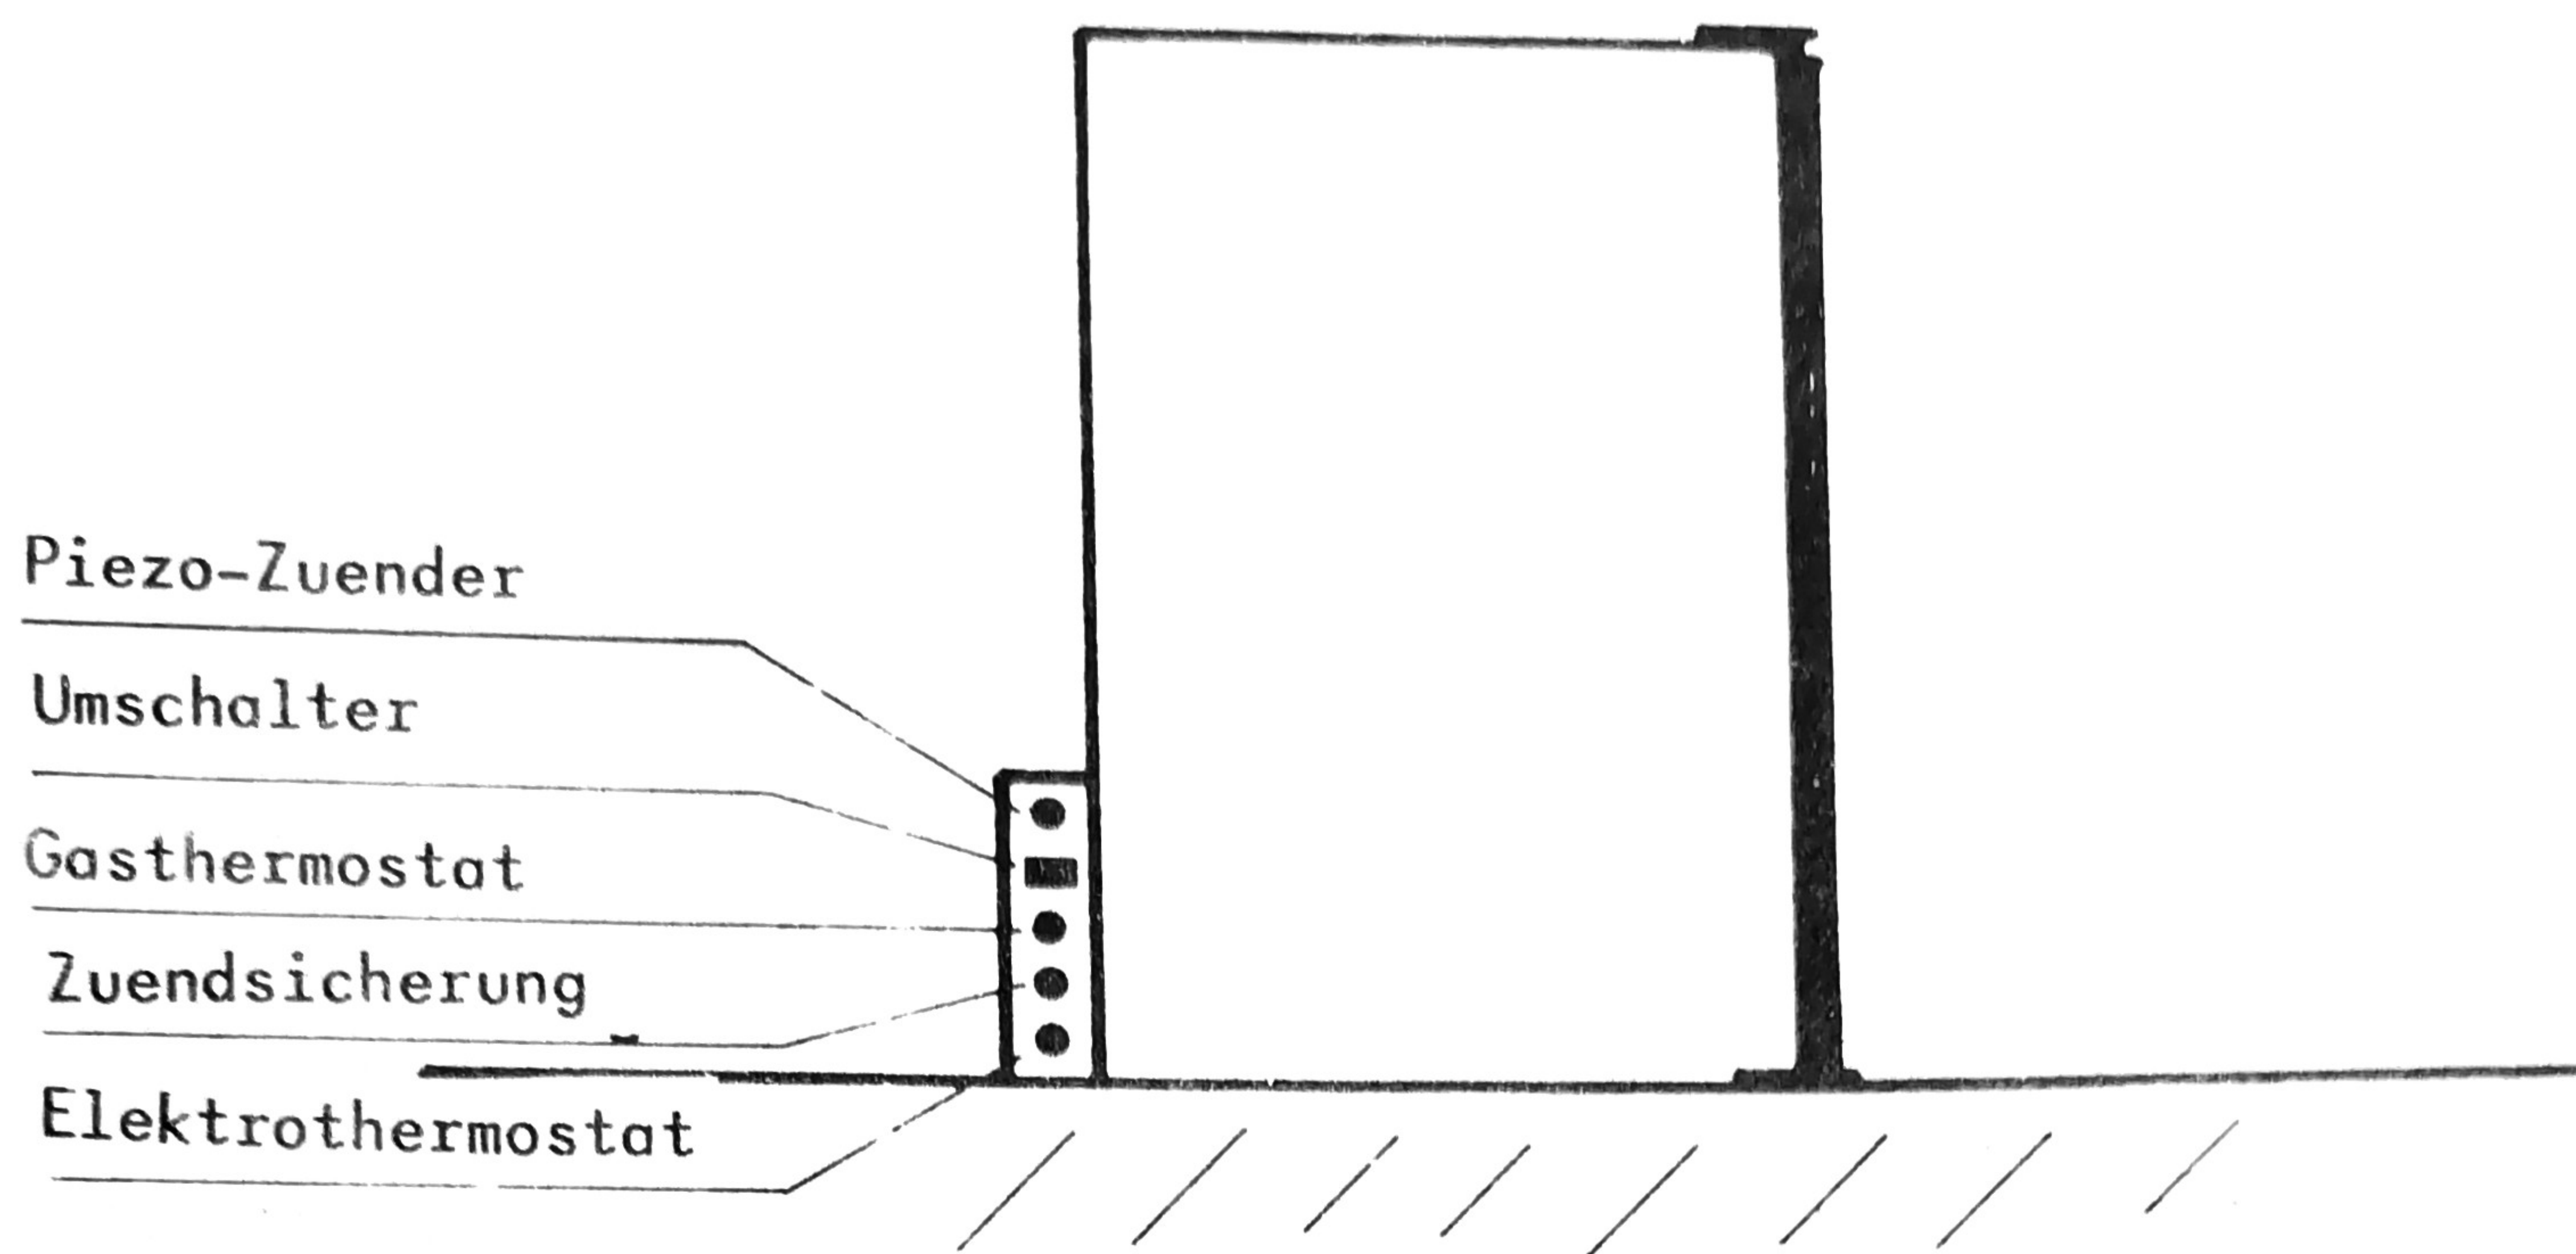

Bild 1
- Drehen Sie den Elektrothermostatknopf(unterster Knopf) auf maximale Leistung, also ganz nach rechts(siehe Bild 1).